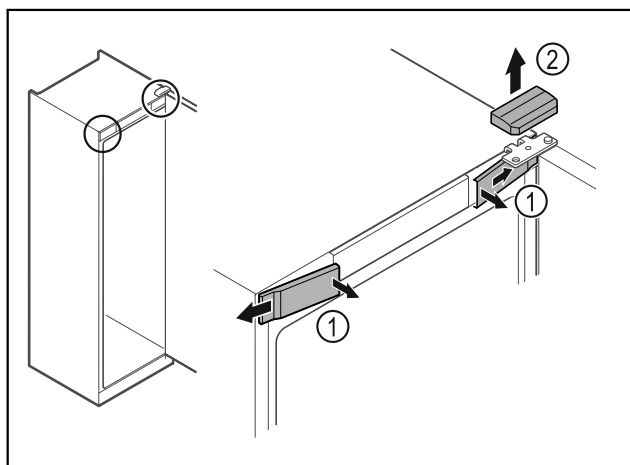

Fig. 17
- Odstite zvnútra predné kryty Fig. 17 (1) a odoberte ich do strany.
- Odoberte horný kryt Fig. 17 (2) nahor.